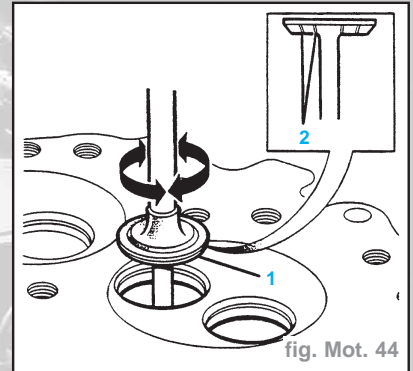

fig. Mot. 44
fois le rodage réalisé. A moins que les faces à roder soient en mauvais état, une pâte de rodage de soupapes fine devrait suffire. Enduire la face de soupape d'une petite quantité de pâte et lubrifier la tige de soupape à l'huile moteur. Introduire la soupape dans le guide approprié et, à l'aide d'un outil de rodage de soupape à ventouse, procéder par un va-et-vient léger, en soulevant de temps à autre la soupape (1) de son siège et en la tournant de façon à la replacer sur celui-ci dans une position différente (Fig. Mot. 44).
- Poursuivre l'opération jusqu'à ce qu'une bande grise mate continue apparaisse sur le pourtour de la face de soupape. Pour s'assurer de l'efficacité du rodage, essuyer la pâte présente sur la soupape et le siège et tracer une série de ligne (2) au crayon en travers de la face de soupape (Fig. Mot. 44).